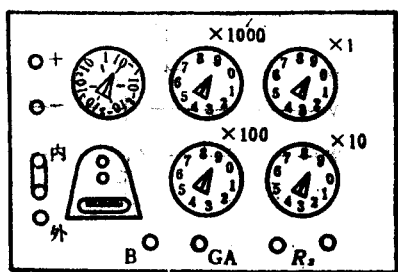

图 1-9
(1) 直流单电桥的使用：惠斯顿电桥是一种典型的直流单电桥。以QJ23型电桥为例，它主要用于测量 $1 \sim 10^6 \Omega$ 的中值电阻，其面板结构如图1-9所示。直流单电桥测量电阻的操作步骤如下所述。